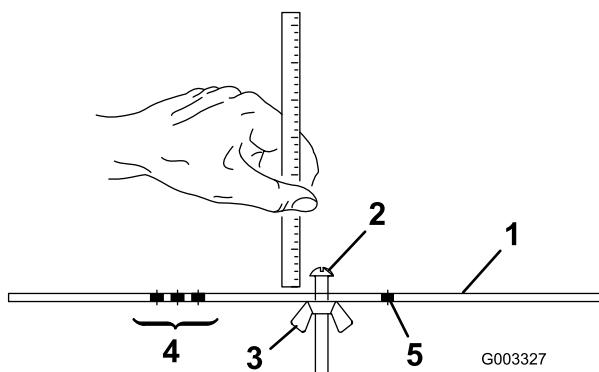

Figura 20
- Desaperte a porca da barra indicadora (Figura 20) e regule o parafuso de ajuste para a altura de corte desejada.